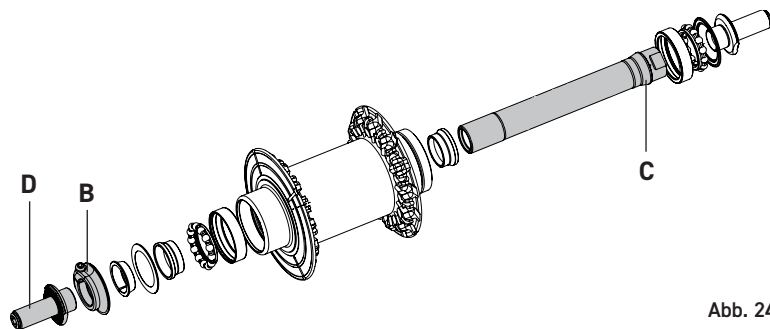

Abb. 24
- Stellen Sie die Achse mit einem 14 mm-Maulschlüssel fest, der in Position C (Abb. 24) eingefügt wird, und auf der linken Seite, wo sich der Stellring B (Abb. 24) der Nabe befindet, schrauben Sie den Adapter A (Abb. 24) mit einem 19 mm-Schlüssel ab.
- Die Achse mit einem 14 mm-Maulschlüssel, der in Position C (Abb. 24) eingefügt wird, festhalten und den Adapter A (Abb. 24) mit einem 19 mm-Schlüssel und einem Drehmoment von **12 Nm** anschrauben.